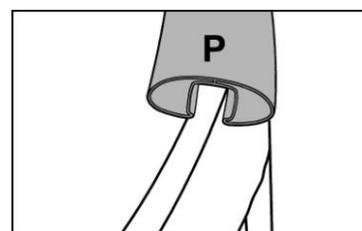

fig. 26
3-Presione hacia abajo empezando por un extremo del perfil de plástico (P) (fig. 26), de esta forma le será más sencillo encajar el perfil, ya que está diseñado para que pince con cierta presión y si intenta colocarlo a la vez le resultará más complicado. Siga el mismo proceso para el resto de perfiles de plástico uniendo los perfiles entre sí como ha hecho en el paso 1. No coloque el último tramo todavía.